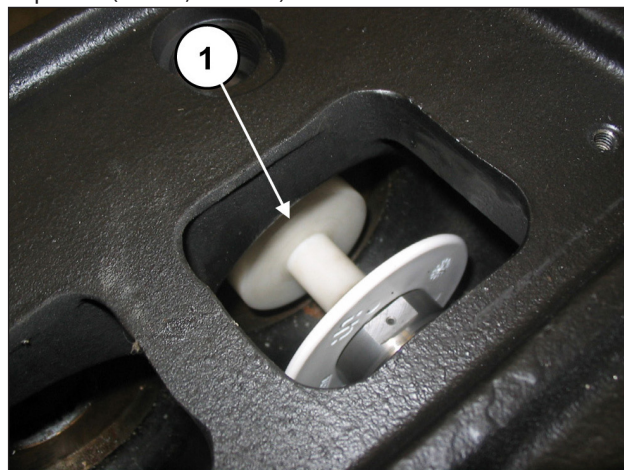

Рис. 134
Вручную прокрутите вал, чтобы постепенно переместить три поршня в верхнюю мертвую точку, и вставьте калибр-пробку арт. 27516600 между направляющей поршня и поршнем (поз. ①, Рис. 134).